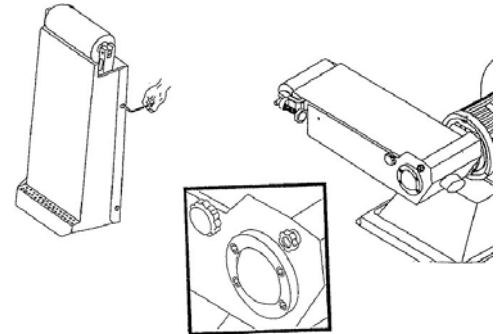

Abb. 8: Schleifarm-Abdeckung befestigen
Schritt 4: Die Abdeckung unter dem Schleifarm mit den dafür vorgesehenen 4 10mmxM6 Schrauben befestigen (Abb. 8).